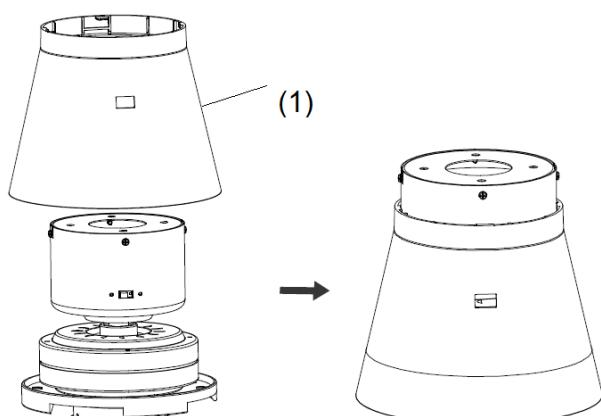

Abb. 3
- Montieren Sie das Motorgehäuse (1) auf die Motoreinheit. (Abb.3)